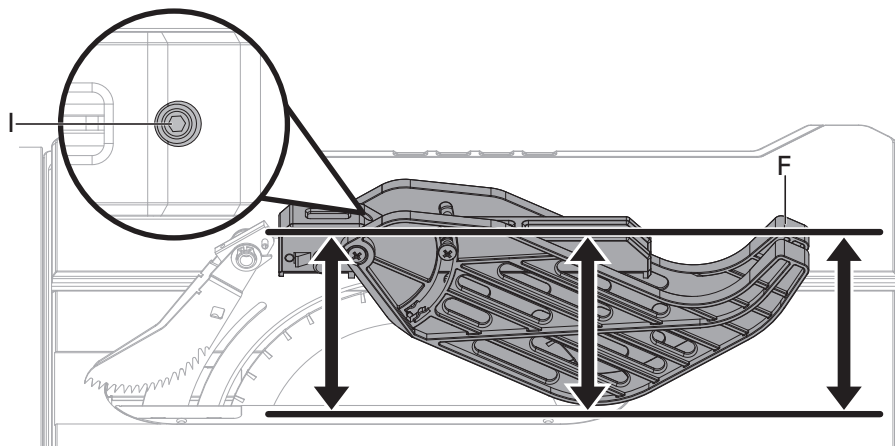

Fig. 10c
- Si le protège-lame n'est pas parallèle à la table quand le couteau diviseur est à la position la plus élevée (coupes transversantes), ajuster la vis de fixation (I) comme nécessaire. (Fig. 10c)